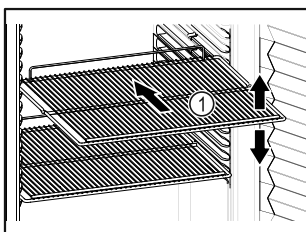

Fig. 62 Príklad zobrazenia
- Ak sa dajú odkladacie rošty Fig. 62 (1) premiestniť, prispôbte výšku.